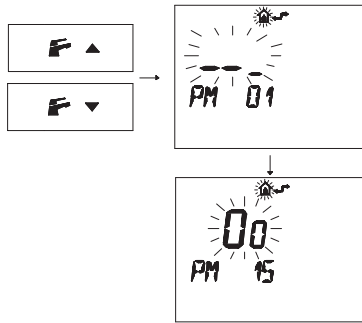

Figura 5.30
- Premere i pulsanti **F** o **F** per visualizzare la programmazione "PM15" abilitazione della sonda esterna (Figura 5.30).